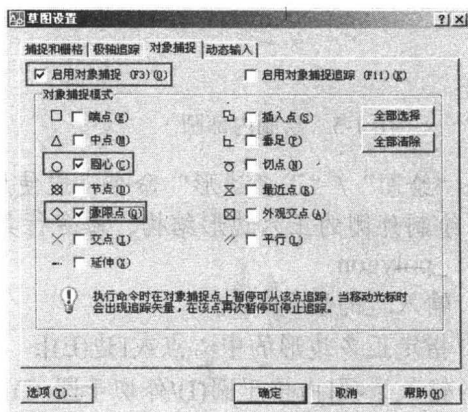

图 1-4 设置捕捉功能
- 05 在快捷菜单中选择“设置”选项，打开“草图设置”对话框，然后启用并设置对象捕捉功能，如图 1-4 所示。